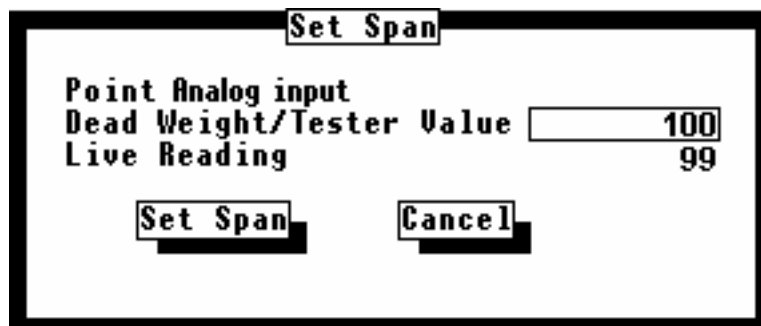

Figura 4-11. Ajuste do Span do AI
8. Calibre o valor do span (100% de limite) da Entrada Analógica. Insira o **Valor do Verificador/ Peso Inativo** (nas unidades de engenharia) e aperte o botão **Set Span**. Refira-se à Figura 4-11.